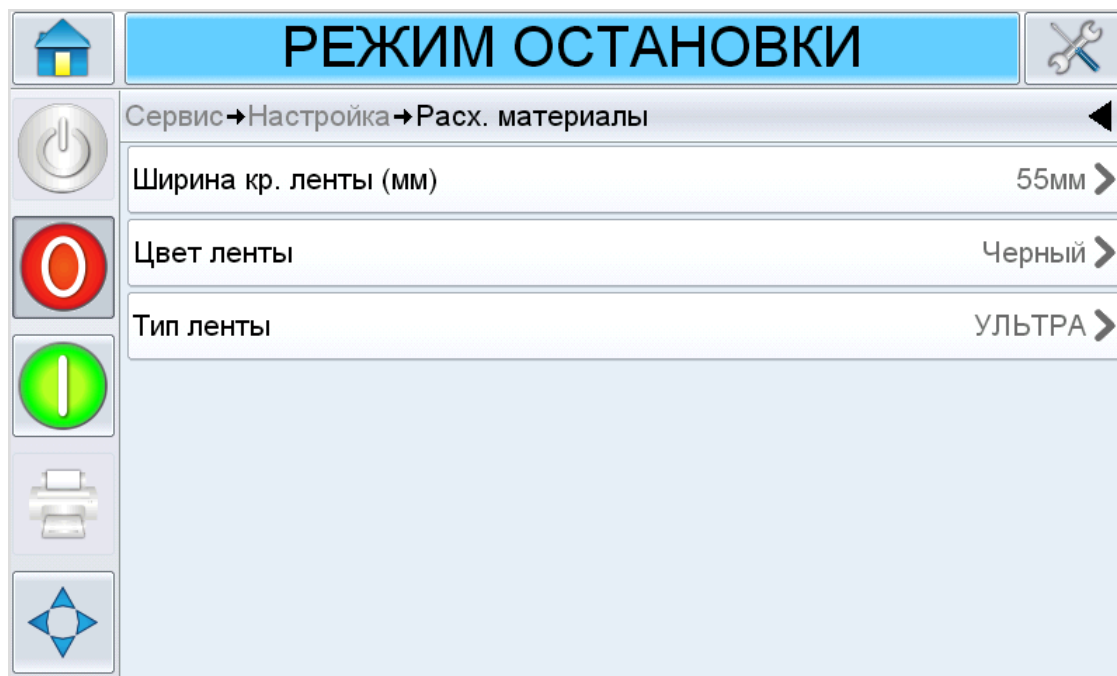

Рис. 4-16: Параметры ленты принтера
1. Последовательно выберите пункты *Tools (Инструменты) > Setup (Настройка) > Consumables (Расходные материалы) > Ribbon Width (Ширина ленты)* (см. Рисунок 4-16).
1. Войдите в *Tools (Инструменты) > Setup (Настройка) > Consumables (Расходные материалы) > Ribbon Colour (Цвет ленты)*, как показано на Рисунок 4-16 на странице 4-13.